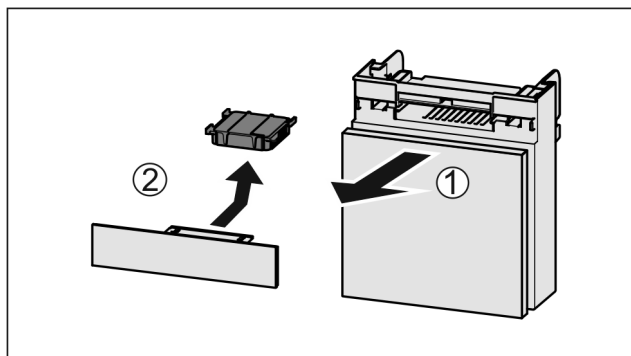

Fig. 127
- ▶ Trekk ut Fig. 127 (1) hylsen fremover.
- ▶ Ta ut Fig. 127 (2) aktivkullfilteret.